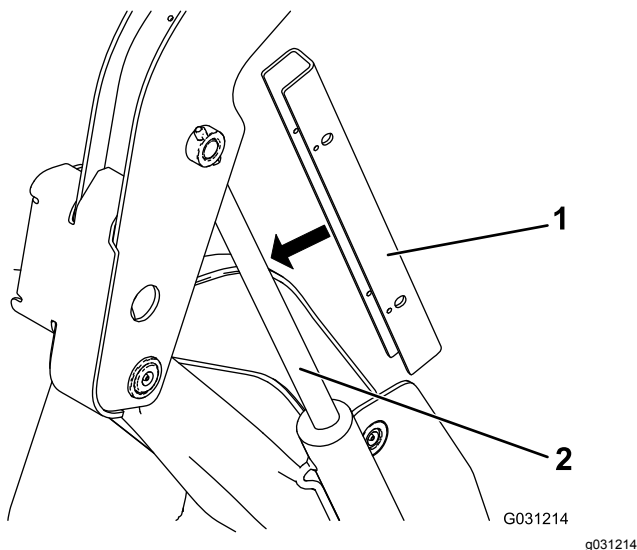

Figura 31
5. Fate scorrere il blocco del cilindro sull'asta del cilindro di sollevamento (Figura 31).